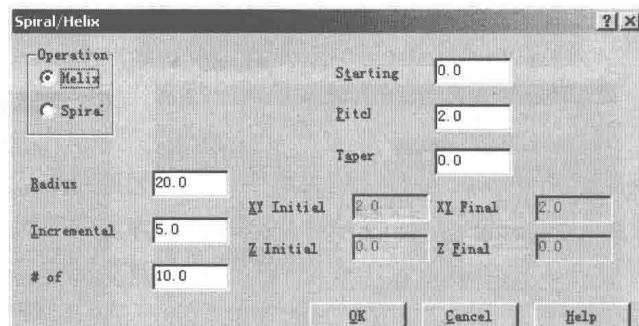

图 1-14
(13) 螺旋线功能的改进，选择 Spiral/Helix (盘形螺旋线/螺旋线) 选项，打开 Spiral/Helix (盘形螺旋线/螺旋线) 对话框，如图 1-14 所示，可选用不同操作类型和参数，得到不同的螺旋线。